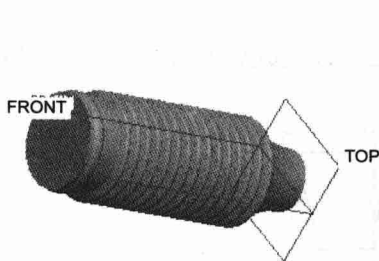
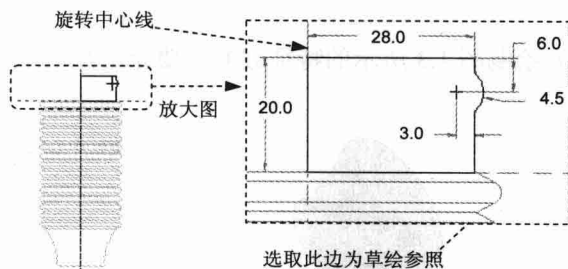

图 1.7 旋转 3
图 1.8 截面草图
(1) 在模型树中单击 Step3 中创建的旋转特征, 再右击, 从快捷菜单中选择 **阵列** 命令。
(2) 选取阵列类型。在操控板的 **选项** 界面中选中 **一般**。
(3) 选择阵列控制方式, 在操控板中选择以“方向”方式控制阵列。
(4) 给出增量(间距)、阵列个数。选取 TOP 基准平面, 在操控板中输入阵列个数 15, 设置增量(间距)值 7.0, 按回车键。
(5) 在操控板中单击“完成”按钮 .
Step5. 创建图 1.7 所示的旋转特征——旋转 3。选择下拉菜单 **插入(I) → 旋转(R)...** 命令; 选取 FRONT 基准平面为草绘平面、TOP 基准平面为参照平面, 方向为 **顶**; 旋转中心线和特征截面草图如图 1.8 所示; 旋转类型为 , 旋转角度值为 360.0。